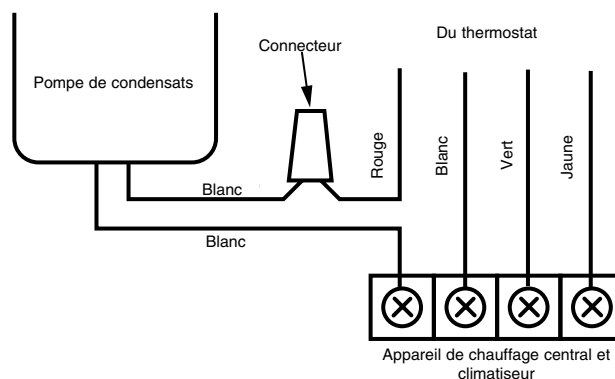

Figure 1 : Branchement de l'interrupteur de sécurité auxiliaire basse tension si on peut arrêter l'ensemble appareil de chauffage central et climatiseur.
- C. Brancher ce fil rouge sur un des fils blancs de l'interrupteur de sécurité, comme il est illustré à la Figure 1.